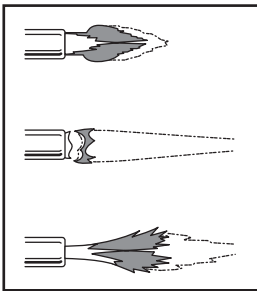

Figura 3: Ajustes de la llama
4. Una vez que el soplete esté encendido, ajuste el regulador de acuerdo a la figura 3.